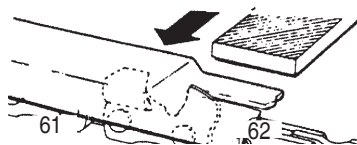

Fig. 52
- 6) Limez suffisamment pour éliminer tous les dégâts survenus au tranchant des lames (platine supérieure (61) et platine latérale (62)) du maillon-gouge. (Fig. 52)